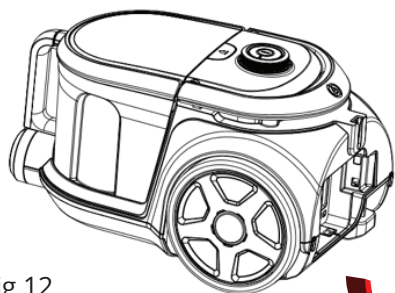

Fig.12
1. Premere la clip di fissaggio nera (a destra) per rimuovere la griglia protettiva del filtro del motore posto posteriormente (Fig. 12).